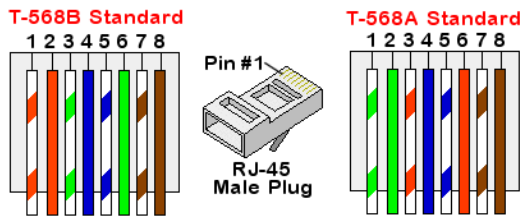

Abbildung 17: Standardkabelverdrahtung
- Führen Sie die acht Drähte in einen RJ45 Stecker ein, wie in Abbildung 17 gezeigt.
- 5** Verwenden Sie für die Switch/Router-Seite ein vorab gecrimptes Kabel oder eine Crimpzange, um einen RJ45-Kommunikationsanschluss vorzubereiten: Führen Sie die acht Drähte in der in Abbildung 17 gezeigten Reihenfolge in den RJ45-Anschluss ein.